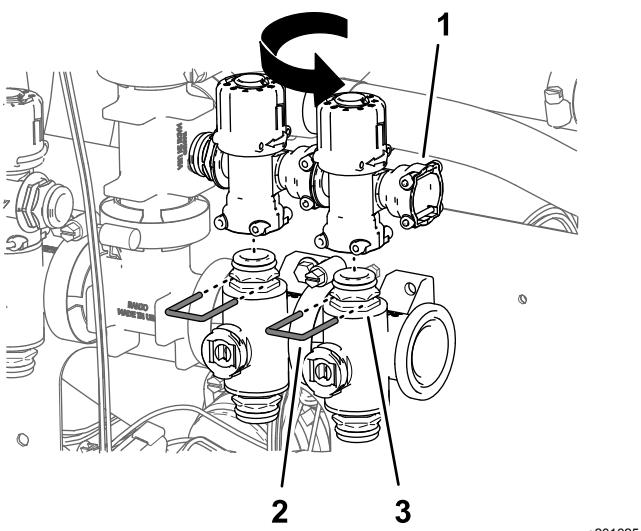

Bild 102
8. Wiederholen Sie die Schritte 5 bis 7 für die Sicherheitsventile des Düsenventils 6 und Düsenventils 7 (Bild 102).